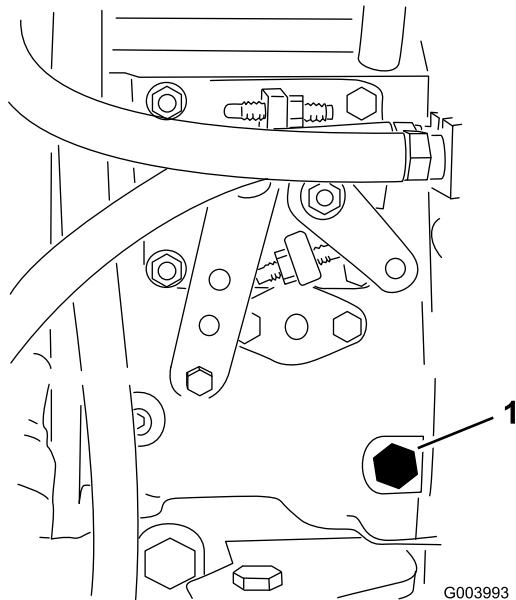

Рисунок 35
3. С помощью динамометрического ключа 12 мм выверните продувочный винт из топливного насоса (Рисунок 35).